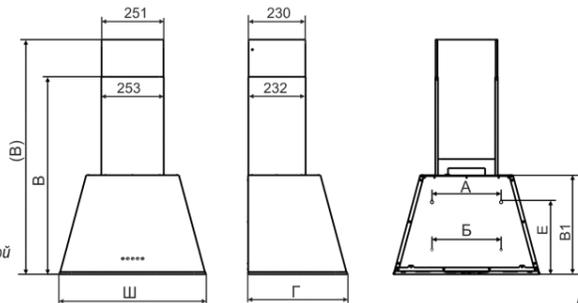

рис. 2
- Установка кухонной вытяжки (рис. 2):